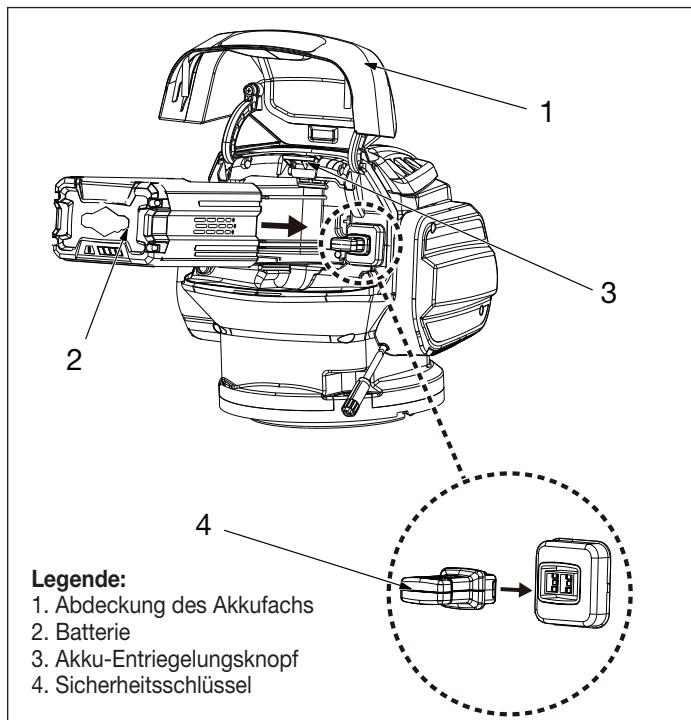

Abbildung 5: Akku-Installation
4. Schieben Sie den Akku nach außen und entnehmen Sie ihn aus dem Akkufach. Siehe Abbildung 5.